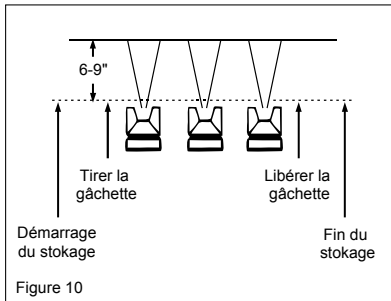

Figure 10
5. Actionnez le pistolet correctement. Démarrez le pistolet en mouvement au début de la course avant de presser la gâchette et relâchez la gâchette avant d'arrêter le mouvement des pistolets à la fin de la course. Cette procédure va éviter par des plumes /mélanger chaque course avec la prochaine sans montrer le chevauchement ou l'irrégularité. (Voir la Figure 10)